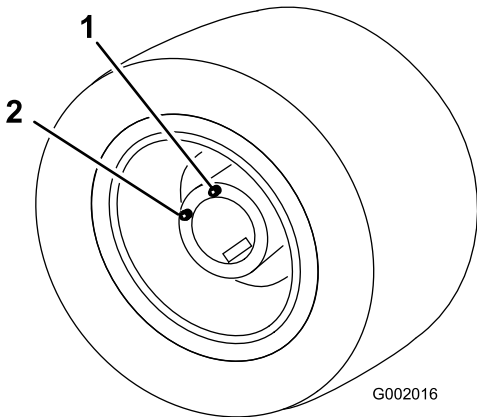

Figura 82
- Desloque o veículo lentamente até a roda ficar na posição de enchimento Figura 82.